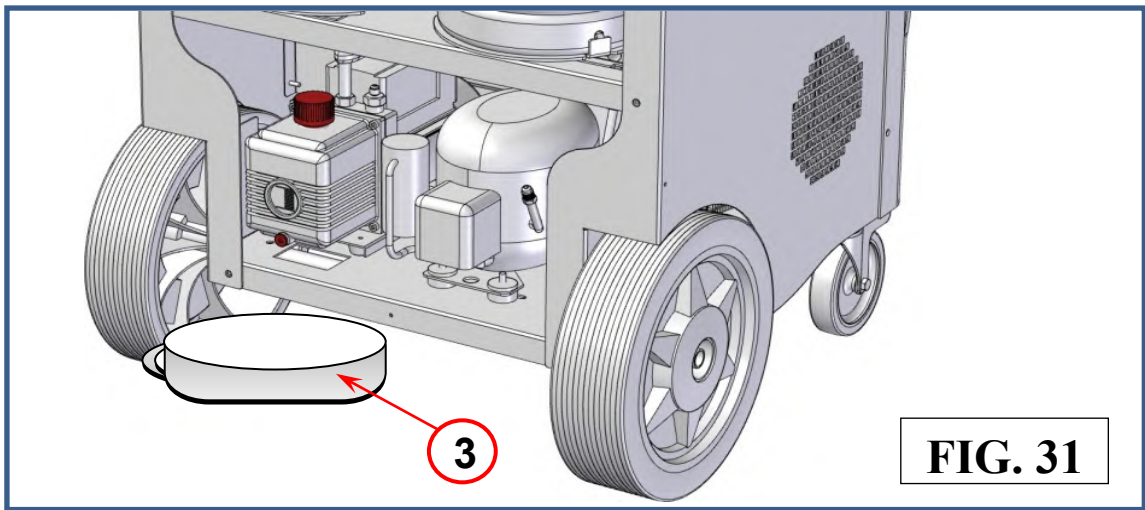

FIG. 31
- 3) Coloque un recipiente (ref 3 Fig.31). debajo del tapón de drenaje (ref.5, Fig.34).